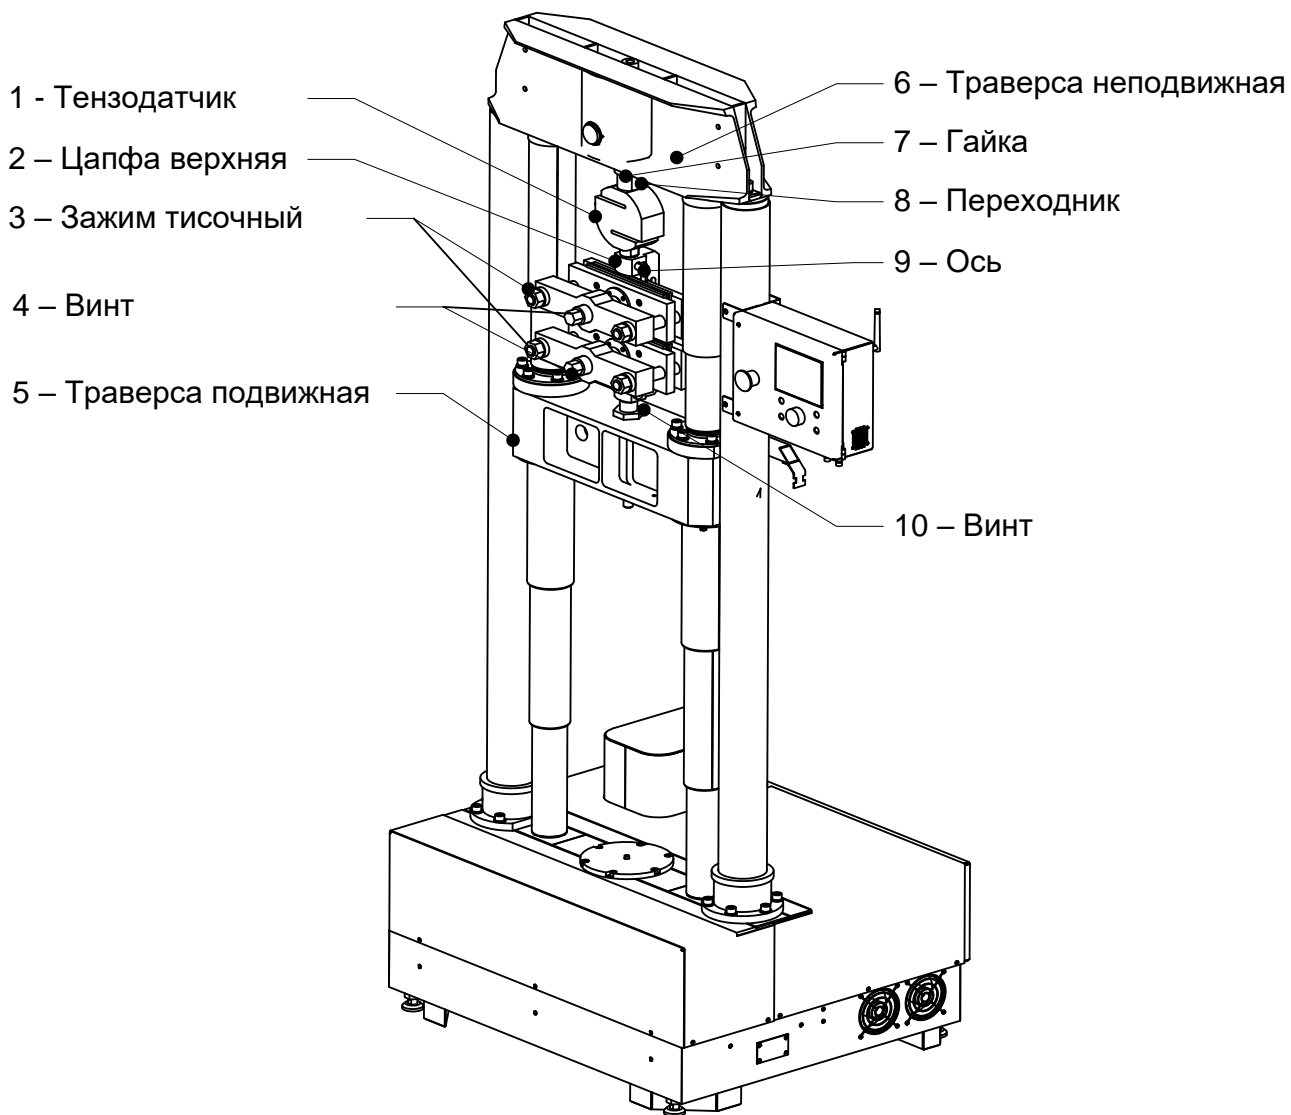

Рисунок 1 – Общий вид тисов, установленных в МРП-20
2.3.1 Траверсу подвижную 5 опустить вниз (рис.1).
2.3.2 Верхний зажим тисочный 3 закрепить к тензодатчику 1 с помощью цапфы верхней 2, установить в отверстие ось 9 (рис.1).
2.3.3 Нижний зажим тисочный 3 закрепить к траверсе подвижной 5 с помощью винта 10 (рис.1).
2.3.4 Зажать один конец образца в верхнем зажиме тисочном 3 (рис.1) завинчивая винт 4 с помощью динамометрического ключа.
2.3.5 Траверсу подвижную 5 поднимать до тех пор, пока расстояние между зажимами не составит 100 мм (рис.1). Расстояние можно измерить, например, с помощью измерительной линейки 500 мм ГОСТ 427;
2.3.6 Зажать образец в нижнем зажиме тисочном 3 (рис.1) завинчивая винт 4 с помощью динамометрического ключа, избегая провисания или натягивания образца.